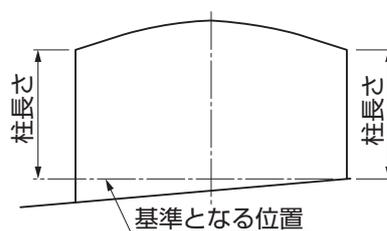

図2-6
- 柱は基準となる位置から同じ高さとしてください。合掌棟木に水がたまり、漏水するおそれがあります。(図2-6参照)